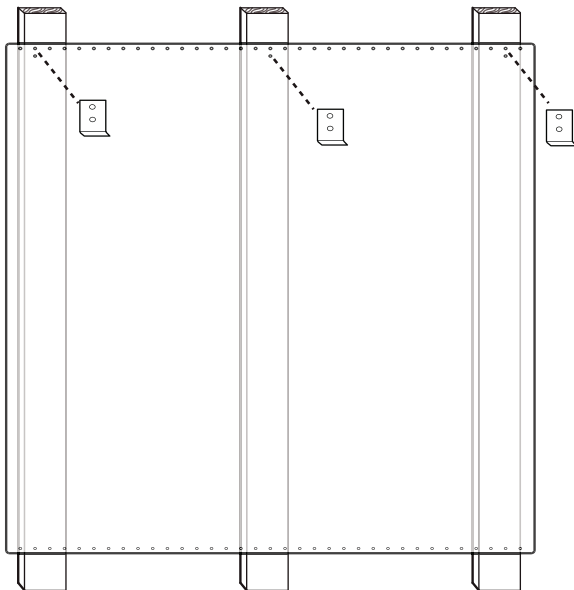

Figure 11 : Dossier de protection avec étagère garde-chaud
3. À l'endroit indiqué sur la *Figure 11* fixez les supports inférieurs fournis avec l'étagère garde-chaud à travers le dossier de protection, dans les montants de cloison.